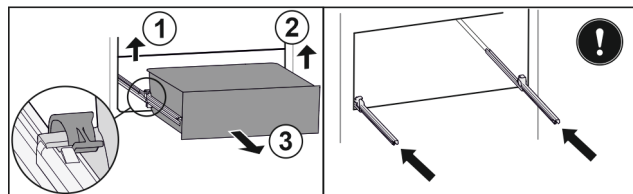

Fig. 161
- Zvedněte levou svorku a současně vytáhněte zásuvku vlevo dopředu. Fig. 161 (1)
- ▶ Zvedněte pravou svorku a současně vytáhněte zásuvku vpravo dopředu. Fig. 161 (2)
- ▶ Vyjměte zásuvku dopředu. Fig. 161 (3)